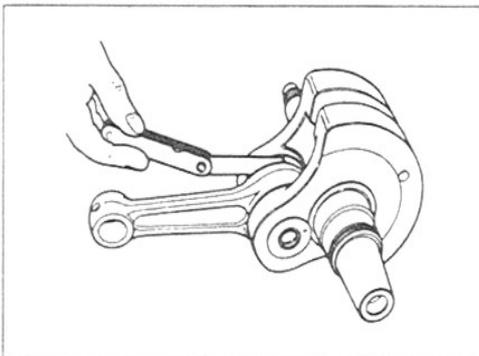

Bild 168
-  Pleuel zur Seite schieben und mit Fühlerlehre Axialspiel messen (Bild 168); Verschleissgrenze 1,00 mm.